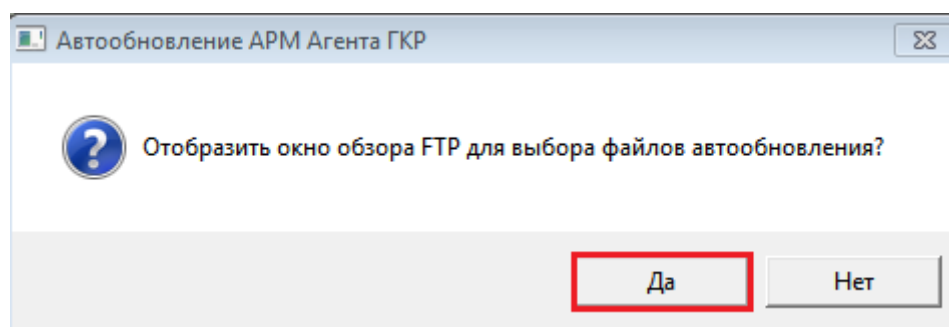

Рис.2.4. Окно автообновления АРМа АГКР
- чтобы запустить процесс автообновления под учетной записью (см. рис.2.4)